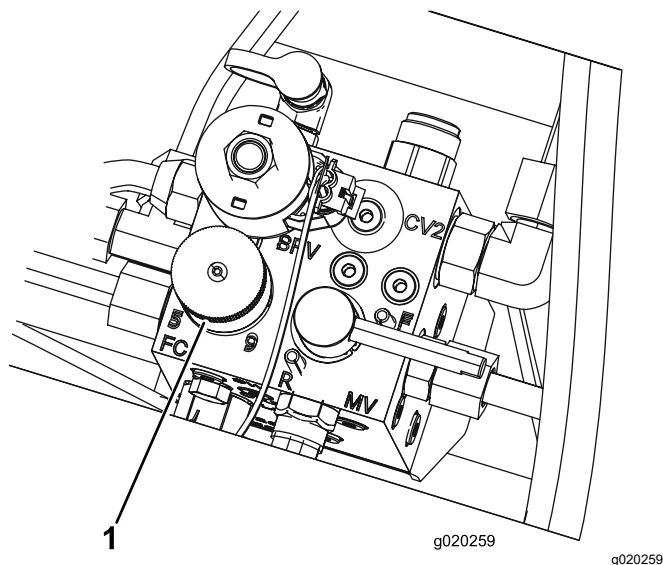

Bild 32
4. Drehen Sie zum Einstellen der Spindeldrehzahl das Handrad (Bild 32), bis die Zeiger auf die Nummer zeigen, die der gewünschten Einstellung entspricht.